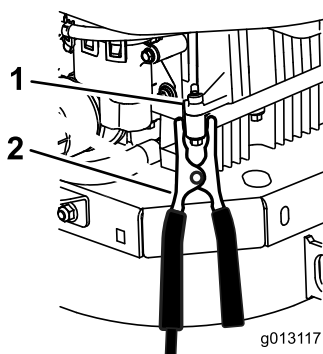

Figure 51
6. Faites la dernière connexion sur le **bloc-moteur** (pas sur la borne négative de la batterie) de la machine avec la batterie à plat, à l'écart de la batterie, et reculez vous (Figure 51).